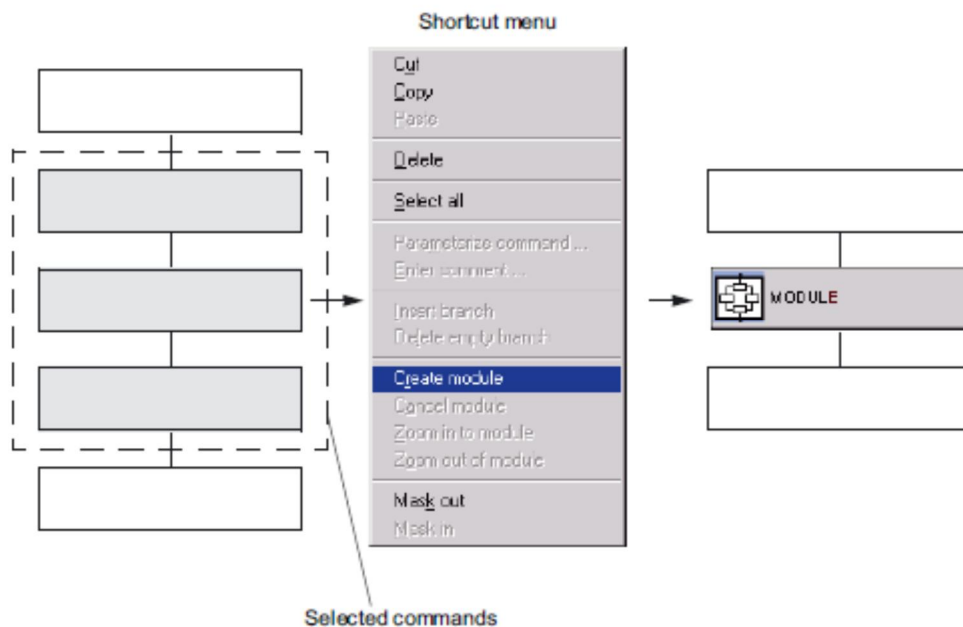

图 10 创建 MCC 命令模块
2. 选中已经编好的命令右击选择 Create Module，生成模块。如图 10。